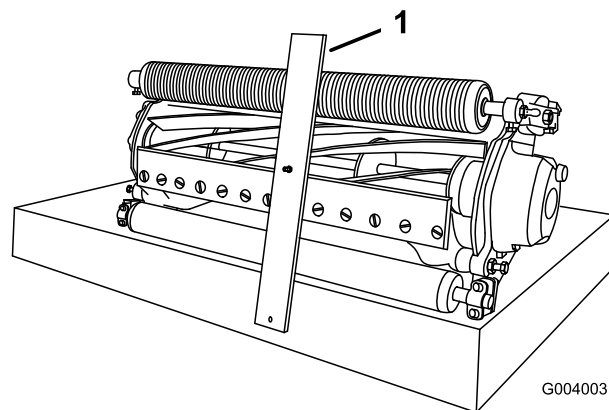

図 55
3. ゲージバーのネジ頭を下刃の切っ先に引っかけ、バーの後端を後ローラに当てがう（図 55）。